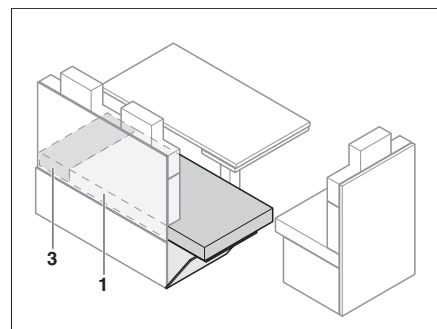

Bild 112 Nach dem Vergrößern
- Sitzpolster (Bild 112,1) auf die Sitzbankverlängerung ziehen.
- Zusatzpolster (Bild 112,3) zwischen die Sitzpolster (Bild 112,1) und die Außenwand legen.